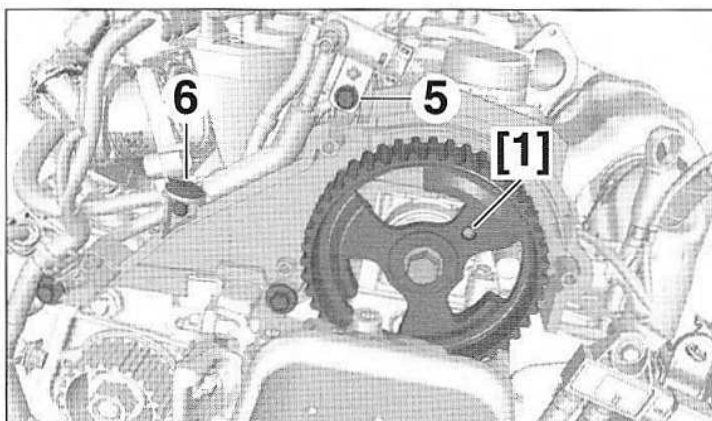
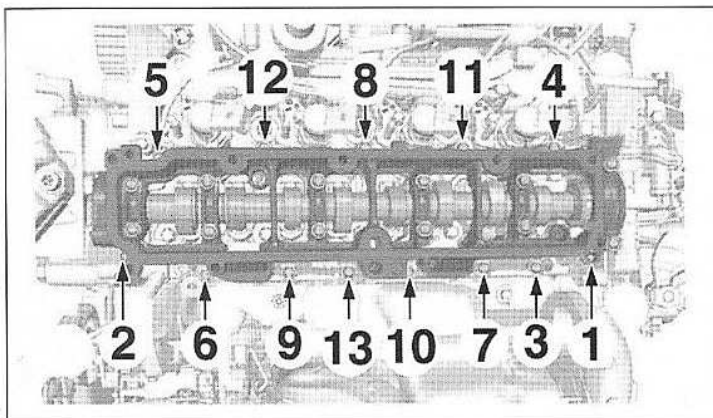

FIG.122
FIG.123
- les vis (2),
- l'atténuateur de bruit (3) avec le conduit d'air (4).
- Vérifier la bonne position de l'outil [1] (Fig.122).
- la vis (5),
- l'agrafe (6).
- Déposer les vis du carter-paliers d'arbre à cames en respectant l'ordre prescrit (Fig.123).
- Vérifier que l'outil [1] soit toujours en place (Fig.122).